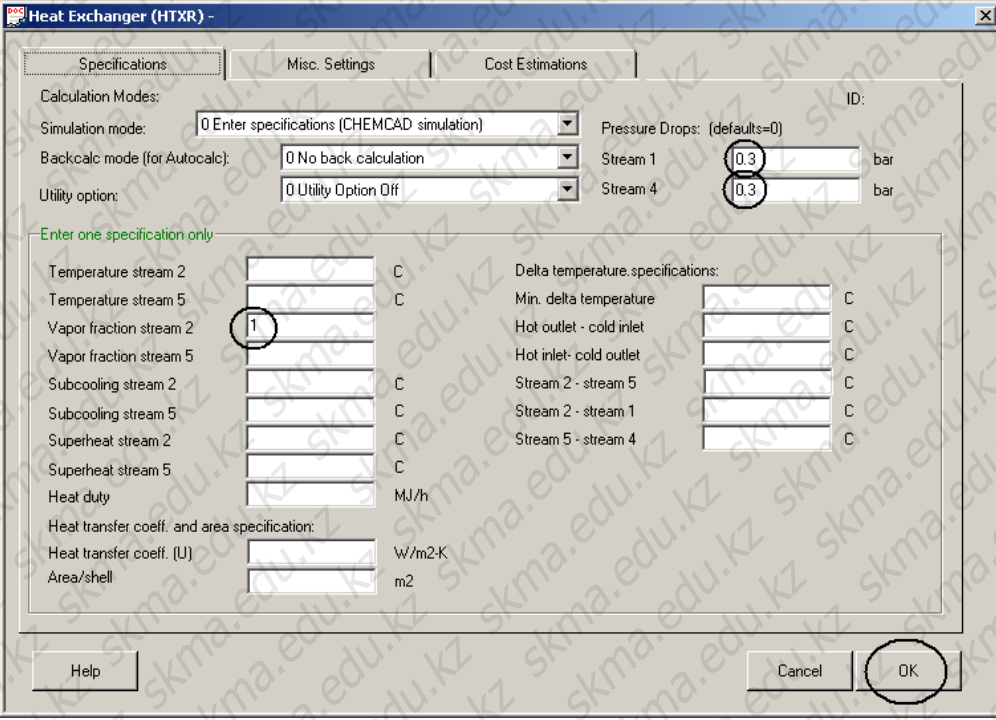

Рис. 1. Настройка теплообменника ID №2.
2. Для теплообменника №2. (См. Рис. 1). Выбрать раздел **Specifications** (**Спецификация**), в поля **Pressure Drops: (Перепад давления)** ввести значения перепада давления между входом и выходом для обеих сторон теплообменника: для **Stream1 (Потока 1)** – **0.3** бар (bar), для **Stream4 (Потока 4)** – **0.3** бар (bar). В поле **Vapor fraction stream 2** (**Доля отгона пара потока 2**) задать точку росы равной **1.0**.